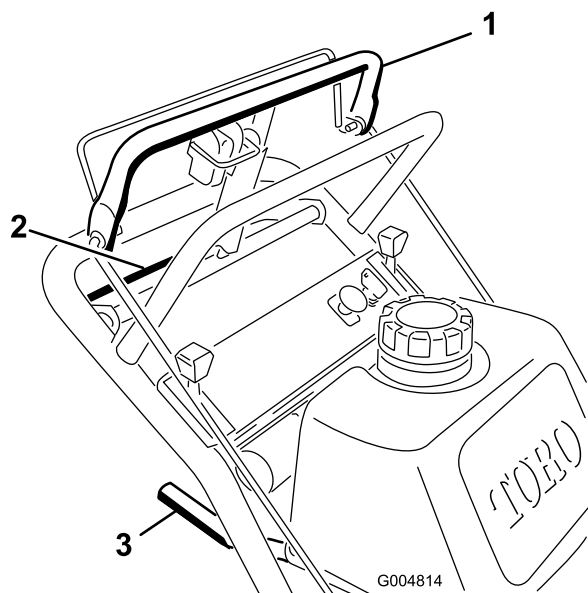

Figure 17
1. Pour vous déplacer en marche avant, sélectionnez une vitesse en marche avant (Figure 17).
3. Appuyez lentement sur la barre de commande supérieure pour avancer (Figure 17).
Pour vous déplacer en ligne droite, appliquez une pression égale aux deux extrémités de la barre de commande supérieure (Figure 17).
Pour tourner, relâchez la pression sur le côté de la barre de commande supérieure dans la direction que vous voulez prendre (Figure 17)
3. Rapprochez lentement la barre de commande inférieure de la partie inférieure du guidon pour vous déplacer en marche arrière (Figure 17).
7. Engagez la barre de commande inférieure et soulevez la partie inférieure du guidon simultanément pour monter sur la bordure (Figure 17 et Figure 18).
4. Engagez la barre de commande inférieure et soulevez la partie inférieure du guidon simultanément (Figure 17 et Figure 18).